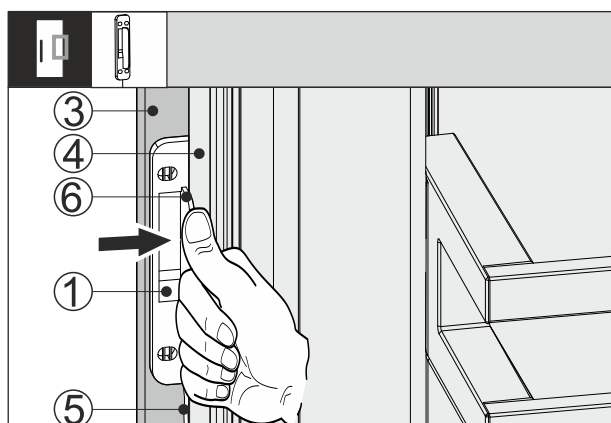

Fig. 66
- ▶ Potisnite senzor trkanja Fig. 66 (1) med sprednjo stran pohištva Fig. 66 (3) in vrata aparata Fig. 66 (4) tako, da je kabel Fig. 66 (5) rahlo napet. Senzor trkanja Fig. 66 (6) se ustavi na vratih aparata Fig. 66 (4).
- ▶ Pritisnite senzor trkanja Fig. 66 (1) na sprednjo stran pohištva Fig. 66 (3).
- ▷ Senzor trkanja Fig. 66 (1) je prilepljen. Pritrditev sensorja trkanja optimizira prenos signala trkanja.
Trajna pritrditev sensorja trkanja Fig. 66 (1) podaljša življenjsko dobo.
- ▶ Senzor trkanja Fig. 66 (1) privijte na sprednjo stran pohištva s priloženimi Fig. 66 (3) vijaki.